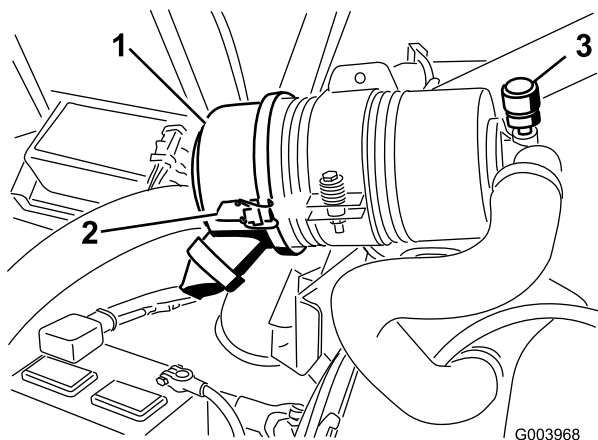

Bild 58
Warten Sie den Luftfilter nur, wenn die Wartungsanzeige dies angibt (Bild 58). Das frühzeitige Auswechseln des Luftfilters erhöht nur die Gefahr, dass Schmutz in den Motor gelangt, wenn Sie den Filter entfernen.
1. Lösen Sie die Laschen, mit denen die Abdeckung am Luftfilterkörper befestigt ist (Bild 58).